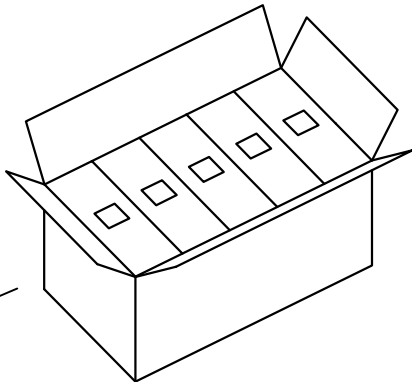

图4 外箱
- 3: 如图4，每外箱装10内盒，数量为10X(4X500pcs)。